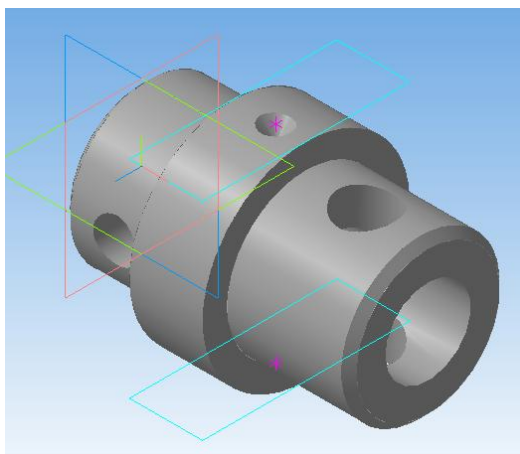

Рис. 8
43. Сравните полученную деталь с образцом (рис. 8).